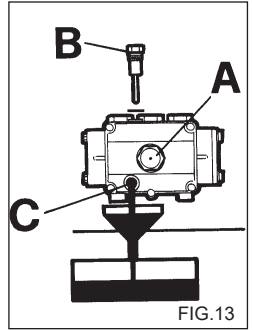

FIG. 13
- 2) Irrota korkki mittatikulla (fig. 13).